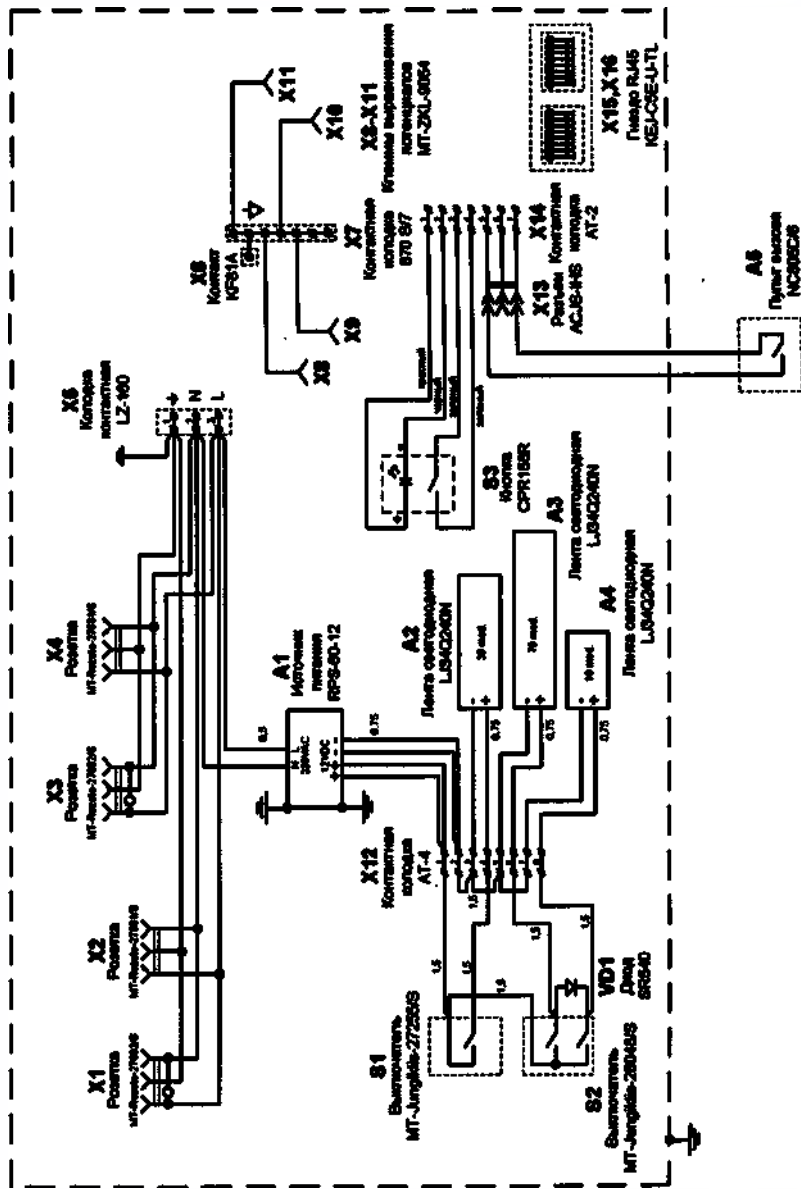

Рис. 3 Электрическая схема палатной консоли
- Изделие оснащено встроенным **МНОГОРОЗЕТОЧНЫМ СЕТЕВЫМ СОЕДИНИТЕЛЕМ** (см.рис.3, розетки X1-X3 и X4-X6). Подсоединение электрических изделий к **МНОГОРОЗЕТОЧНОМУ СЕТЕВОМУ СОЕДИНИТЕЛЮ** фактически приводит к созданию **МЕДИЦИНСКОЙ ЭЛЕКТРИЧЕСКОЙ СИСТЕМЫ**, что в результате может снижать уровень безопасности согласно стандарту ГОСТ Р МЭК 60601-1-2010.